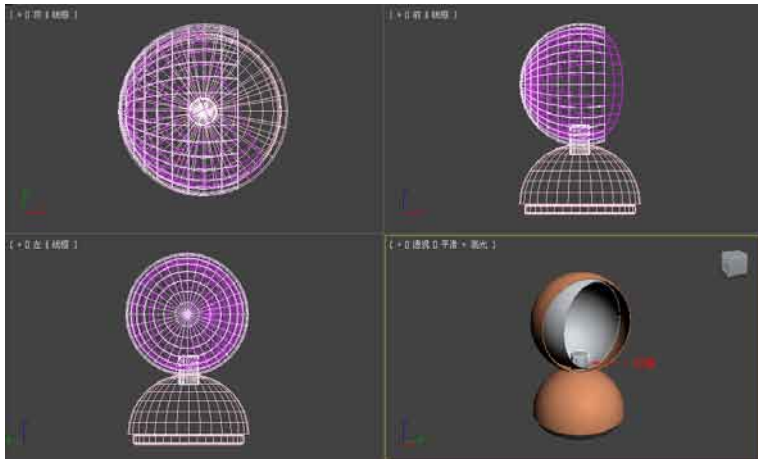

图3.28 “灯座”的位置
- 20 将切角圆柱体命名为“灯座”，并在视图中调整其位置，如图3.28所示。